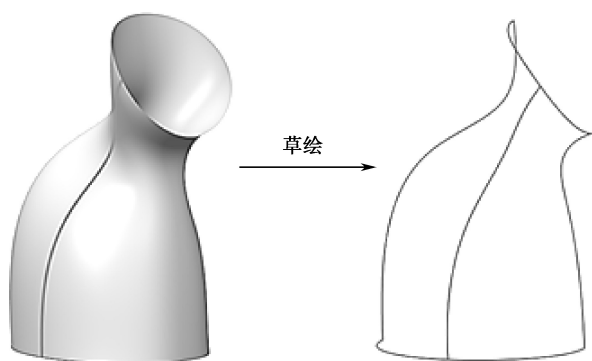

图 7-54 侧面立体参考线“投影 1”
(4) 选取“草绘 5”，单击【编辑】→按钮，选择“拉伸 1”作为投影平面，单击按钮。生成蒸脸器侧面立体参考线“投影 1”，如图 7-54 所示。